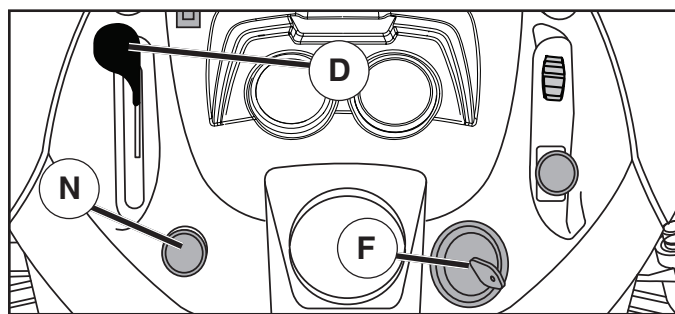

Fig. 7
PARA USAR EL CONTROL DE LA ACELERACIÓN (D) (Vea Fig. 7)
PARA USAR EL CONTROL DE ESTRANGULACIÓN (N) (Vea Fig. 7)